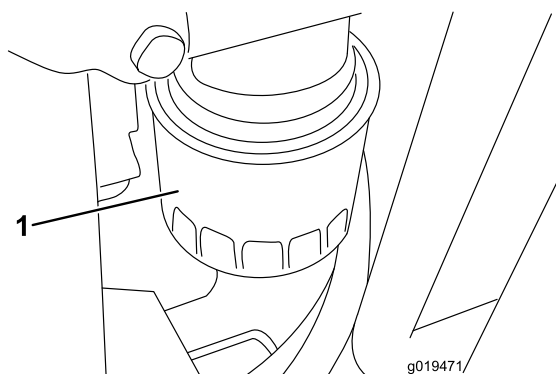

図 55
2. オイルフィルタ（図 55）を外す。新しいフィルタのシールに薄くエンジンオイルを塗って取り付ける。締めすぎないこと。